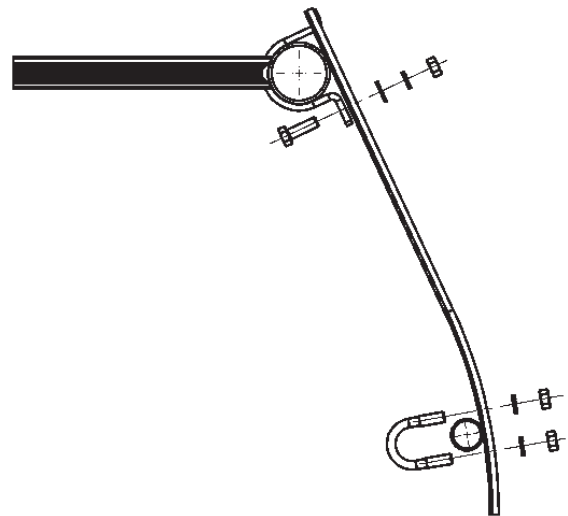

Abb.23: Montage Rückenschutz
2.6 Rückenschutzkorb allgemein (Abb. 23)